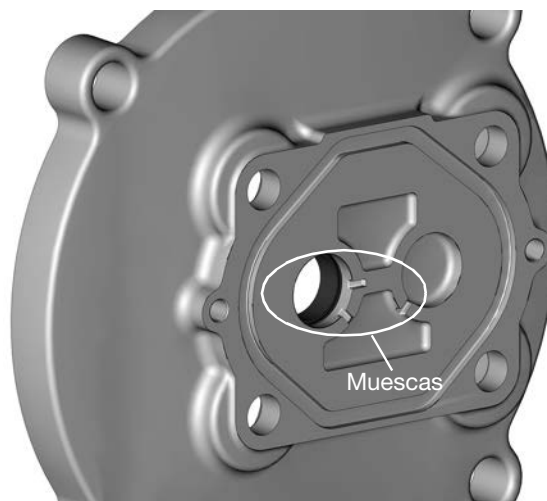
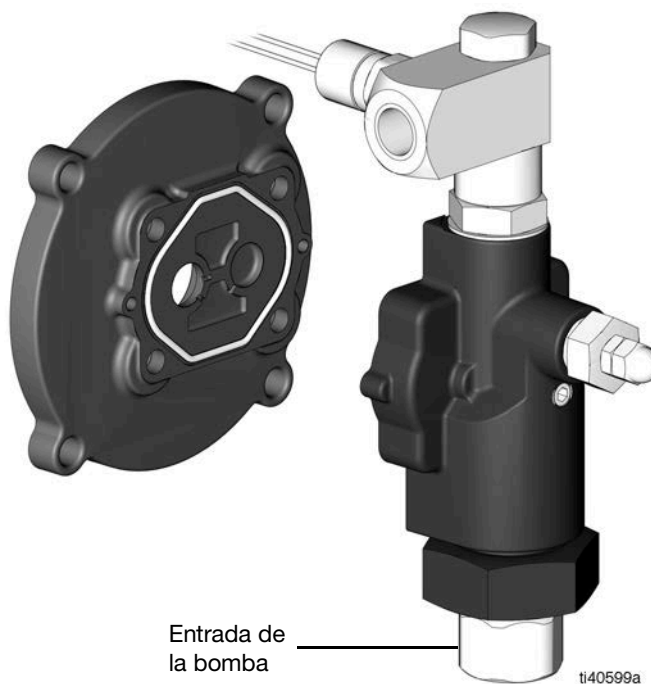

FIG. 37
FIG. 38
3. Coloque la placa adaptadora en el alojamiento de la bomba de manera que las muescas apunten hacia la entrada de la bomba (FIG. 37 y FIG. 38).